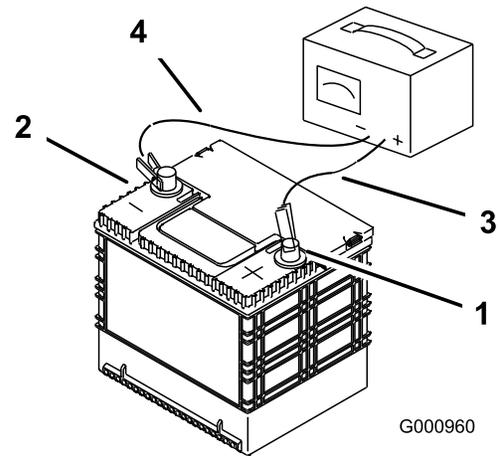

Bild 51
2. Wenn die Batterie voll geladen ist, ziehen Sie den Stecker des Ladegeräts aus der Dose. Klemmen Sie dann die Klemmen des Ladegeräts von den Batteriepolen ab (Bild 51).